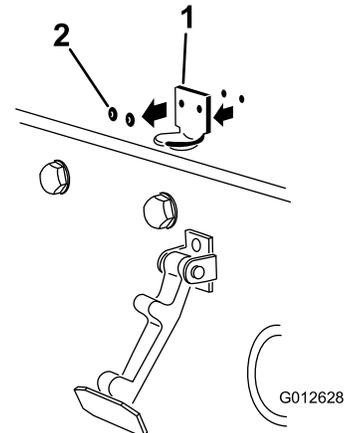

Bild 4
2. Entfernen Sie die zwei (2) Nieten, mit denen die Halterung des Motorhaubenriegels an der Motorhaube befestigt ist (Bild 4). Nehmen Sie die Halterung des Motorhaubenriegels von der Motorhaube ab.
3. Fluchten Sie die Befestigungslöcher aus und positionieren Sie gleichzeitig die Halterung des CE-Riegels und des Motorhaubenriegels auf der Motorhaube. Die Riegelhalterung muss an der Haube anliegen (Bild 4). Nehmen Sie die Schraube und Mutter nicht vom Halterungsarm für den Riegel ab.